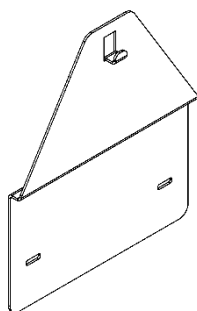

Рисунок 6. Переходная планка
7.2.3 При установке аппарата на место где ранее был установлен аппарат марки «NEVA» или «BaltGaz», который крепился к стене с помощью двух крючков, можно выкрутить данные крючки и использовать отверстия для установки переходной планки (см. рис. 6). Переходная планка 081200-00.050 позволяет смонтировать аппарат с использованием уже имеющихся крепежных отверстий в стене. Переходная планка приобретается отдельно в фирменных магазинах или на сайте baltgaz.ru.